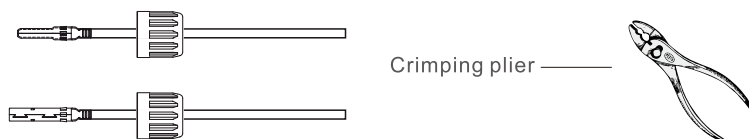

Figura 3.4 Crimpe o pino de contato no fio
b) Terminais de crimpagem de metal com um alicate de crimpagem como mostrado na figura 3.4